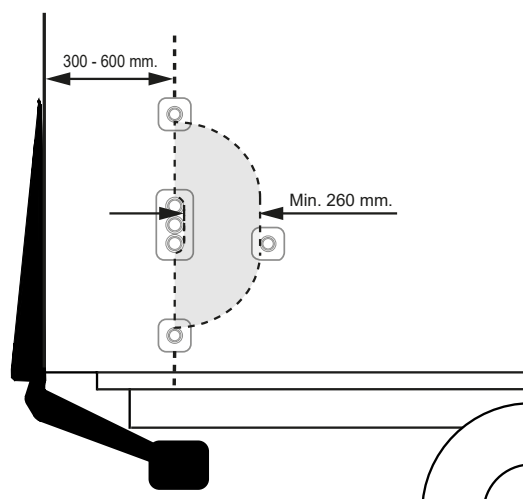

Bild 61. Montering av manöverdon CD 1 med tvåhandsfattning.
2. Avståndet mellan fordonets bakre kant och centrum på manöverdonen skall vara 300-600 mm. Avstånden mellan manöverdonen skall vara minst 260 mm. Se Bild 61.